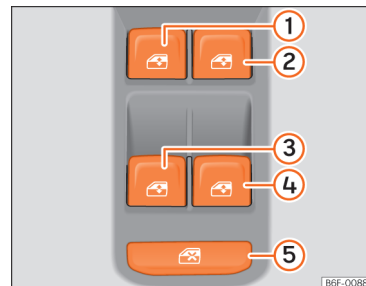

Abb. 65 Ausschnitt der Fahrertür: Tasten zum Bedienen der elektrischen Fensterheber
Mit dem Sicherheitsschalter >>> **(Abb. 65)** ⑤ in der Fahrertür können die Fensterheber-Tasten in den hinteren Türen außer Funktion gesetzt werden.